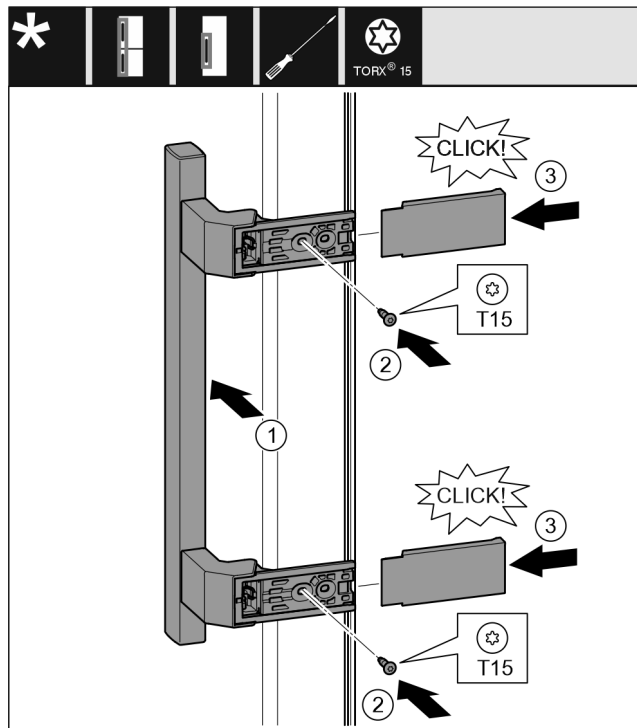

Fig. 18
- Coloque el tirador en el lado opuesto. Fig. 18 (1)
- Apriete el tornillo con el destornillador T15. Fig. 18 (2)
- Coloque y desplace lateralmente las cubiertas. Fig. 18 (3)